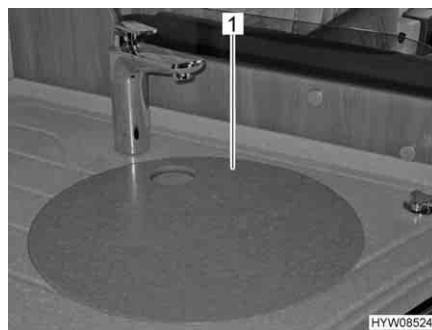

Fig. 10 Coperchio lavello cucina
- ▶ In caso d'incidente oppure in caso di frenata d'emergenza il coperchio lavello (Fig. 10,1) può ferire i passeggeri del veicolo. Prima della partenza rimuovere il coperchio lavello cucina dal lavandino e stivarlo in modo sicuro nell'angolo cucina oppure nell'armadio guardaroba.